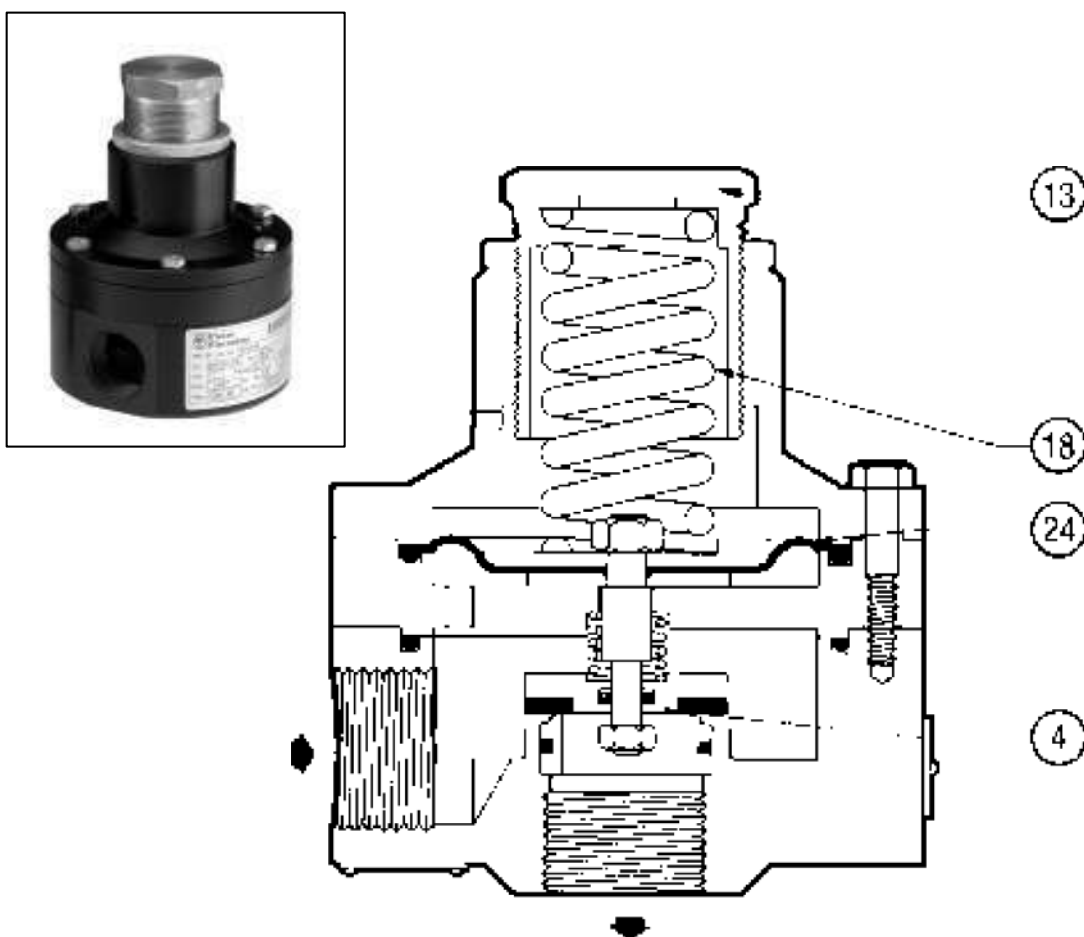

Рис. 2
1.3 КЛАПАН СЕРИИ VS/AM56 (РИС. 2)